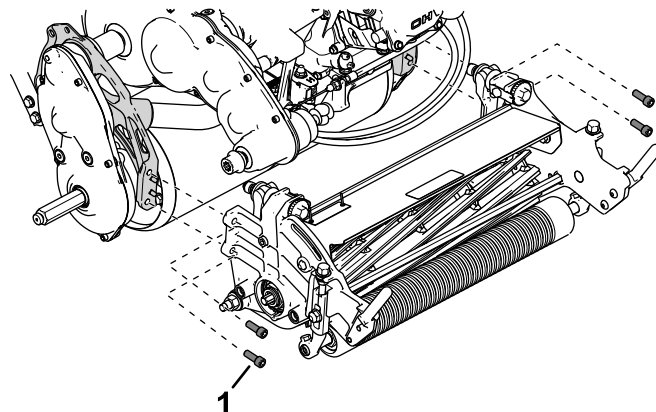

Figure 45
5. Fixez l'unité de coupe au cadre à l'aide de 4 vis à tête à creuse (Figure 45).